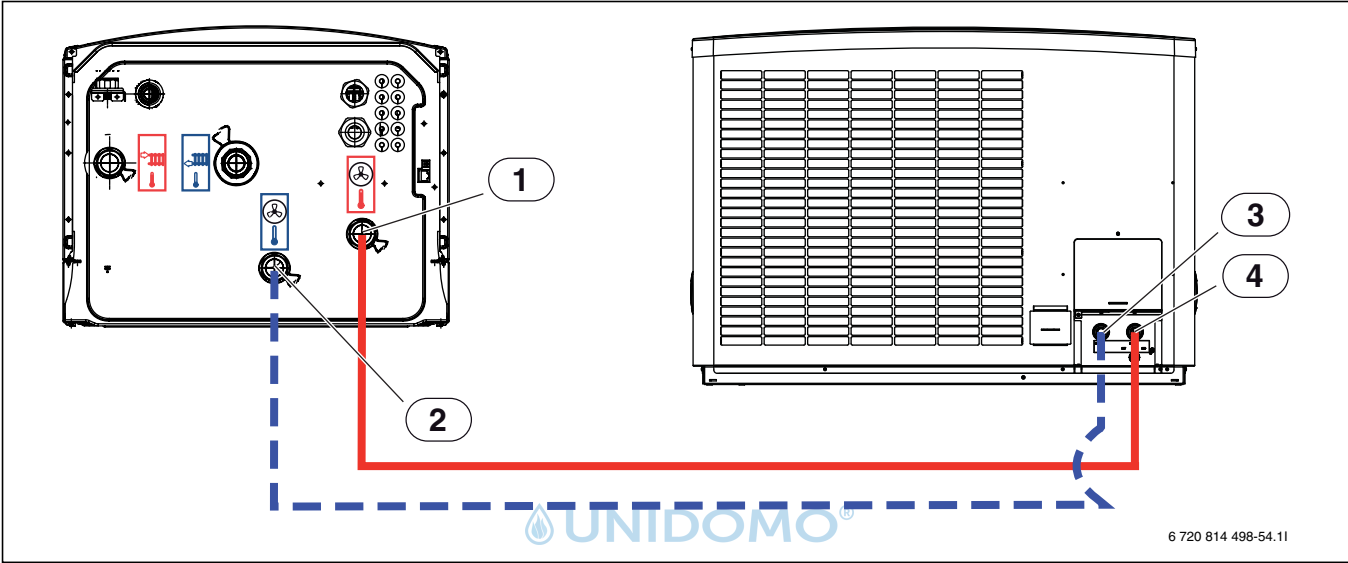

Bild 24 Anschluss einer Wärmepumpe und eines Wärmepumpenmoduls mit einem Elektro-Heizeinsatz
- Wärmeträgerrohre von der Wärmepumpe innen an [1] Abbildung 24 anschließen.
- Wärmeträgerrohre von der Wärmepumpe außen an [2] Abbildung 24 anschließen.